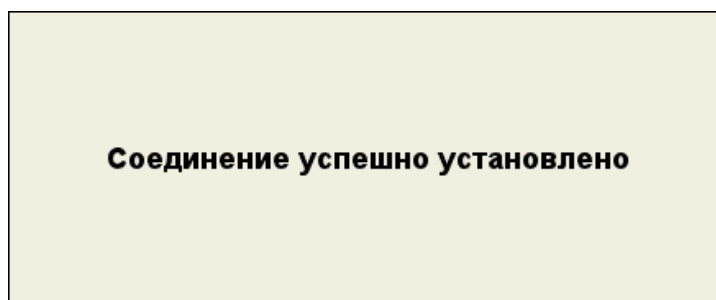

Рисунок 42
– для подтверждения пароля следует нажать . Откроется окно, подтверждающее сопряжение устройств (рисунок 42).